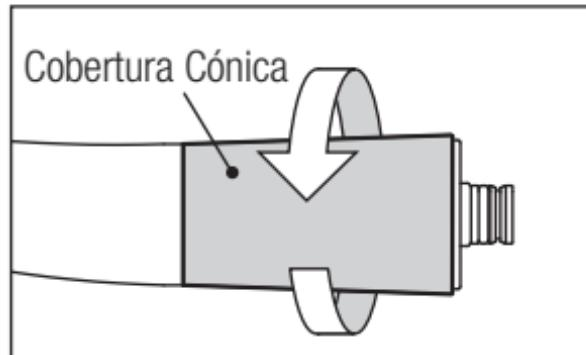

Fig. 11
- 1) Desaperte e remova a cobertura cónica na parte posterior da turbina (Fig. 11).